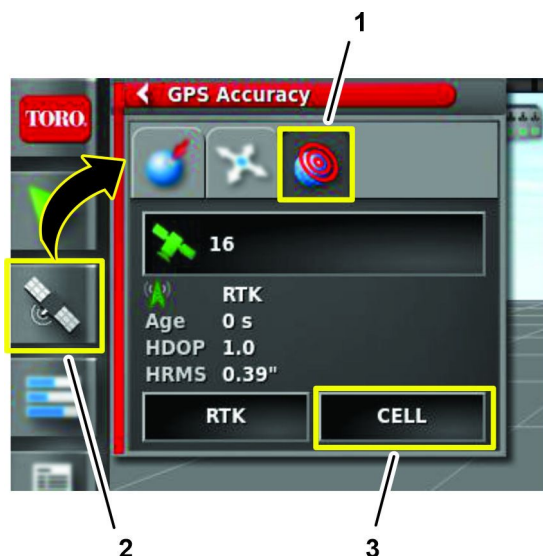

Figura 244
3. En la consola de control GeoLink, pulse el icono INFORMACIÓN GPS (Figura 244).